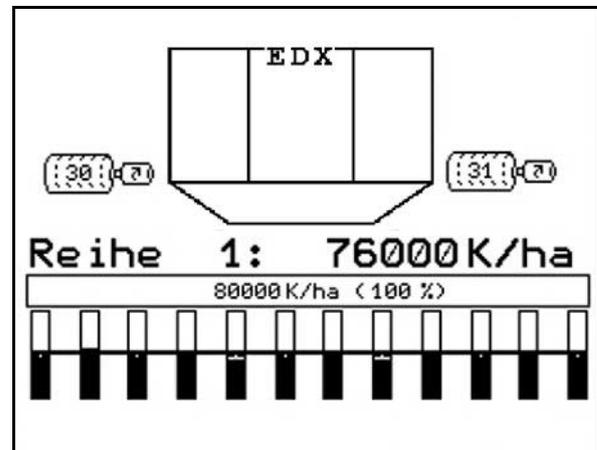

Fig. 66
- A pré-dosagem garante uma afetação completa do tambor na dosagem. (Fig. 66).